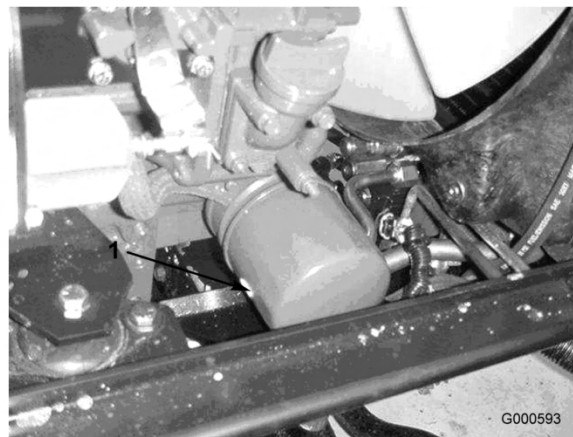

Bild 35
2. Entfernen Sie den Ölfilter (Bild 35). Ölen Sie die neue Dichtung am Ölfilter leicht mit frischem Öl ein, bevor Sie den Filter eindrehen. Ziehen Sie nicht zu fest.